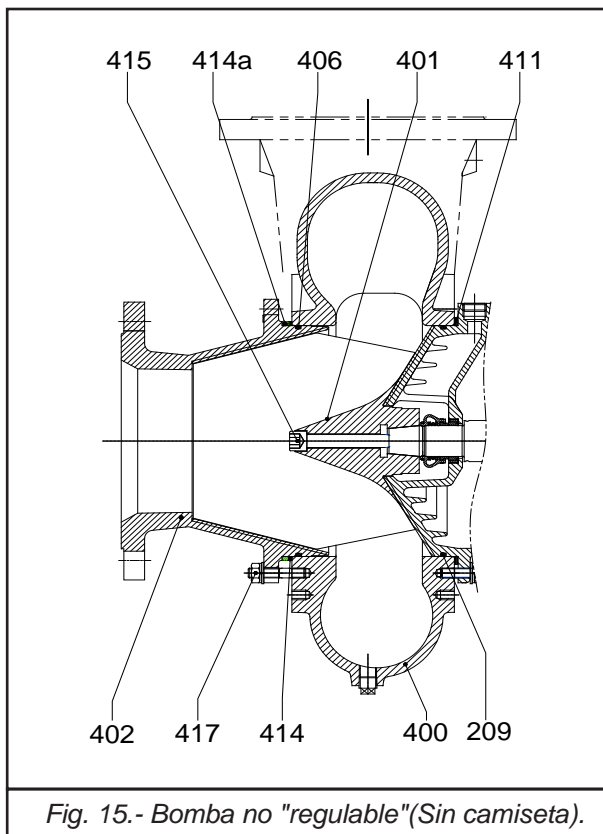

Fig. 15.- Bomba no "regulable"(Sin camiseta).
anillo espaciador (Pos. 414b) entre las superficies de la tapa de succión y la caja. Cuando hay un desgaste excesivo de la superficie cónica, la tapa de succión (Pos. 402) deberá ser reemplazada (Ver Fig. 15)
b) Bombas sin camiseta de desgaste. (Ver Fig. 15).